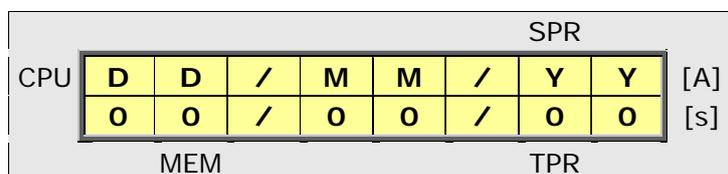

Fig.21– Impostazione DATA
- Per impostare DATA e ORA, entrati in programmazione, è necessario tenere premuto **SHIFT** e premere **TPR**. Dal menù di Fig.21 si può aggiornare la data, utilizzando le frecce. Premere **SHIFT** per muoversi tra giorno/mese/anno.